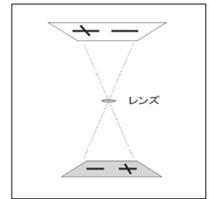

図2
- (2)露光：感光体の上に原稿の光の像を作り、光の当たるところ（文字や絵のないところ）の静電気を逃がします（図2）。